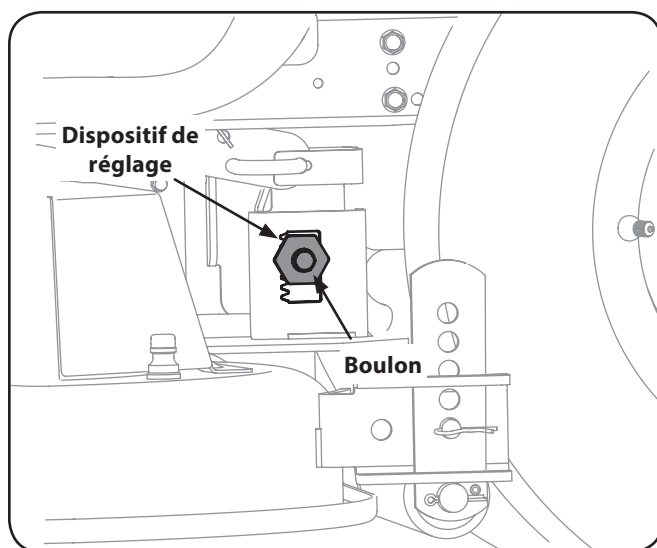

Figure 6-5
3. Desserrez, sans retirer, le boulon fixé au support gauche du plateau de coupe. Voir Figure 6-5.
4. À l'aide d'une clé mixte, tournez le dispositif de réglage pour relever ou abaisser le côté gauche du plateau de coupe. Voir Figure 6-5.